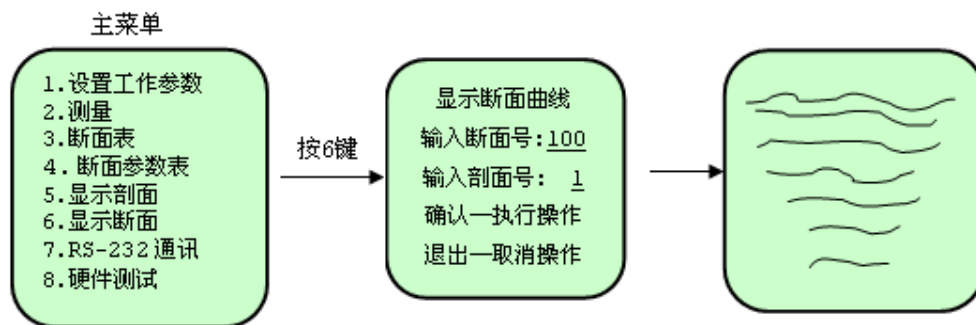

图2-19
②、显示断面
a. 在主菜单下，按 $\boxed{6}$ 键，屏幕提示输入断面号（例如：100）、剖面号（例如：1），按 $\boxed{1}$ $\boxed{0}$ $\boxed{0}$ 、 $\boxed{\text{确认}}$ 键输入断面号，再按 $\boxed{1}$ 、 $\boxed{\text{确认}}$ 键输入剖面号。屏幕显示出100号断面的断面曲线。其中输入的剖面号指定基准剖面，仪器自动给该剖面确定一合适的比例并以该比例放大其它剖面（如图2-19）。